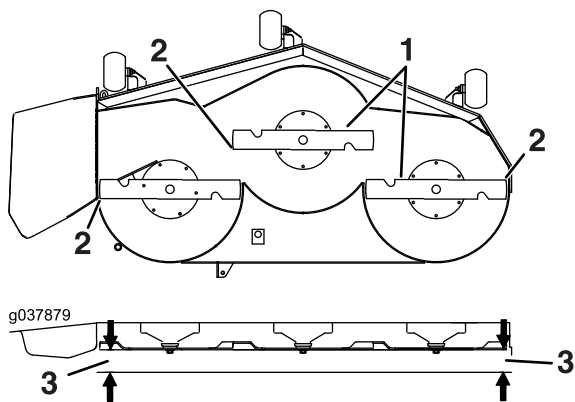

Figura 83
6. Misurate tra la punta della lama e la superficie piana (Figura 83). Se entrambe le misurazioni non rientrano nei 5 mm, regolate il livellamento; continuate la procedura.
14. Ruotate con cautela le lame da un lato all'altro (Figura 83).